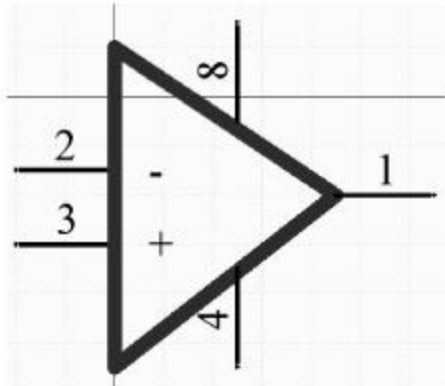

图 3-24 绘制元件的第一个子部件
(3) 先在 Part A 里绘制第一个部件。单击原理图绘制工具栏中的“放置多边形”按钮  多边形,光标变成十字形状,在原理图库编辑器的原点位置绘制一个三角形的运算放大器符号。
(4) 放置管脚。单击原理图符号绘制工具栏中的“放置管脚”按钮 ,光标变成十字形状,并带有一个管脚图标。将该管脚移到运算放大器符号边框处,单击鼠标完成放置。用同样的方法,将其他管脚放置在运算放大器三角形符号上,并设置好每一个管脚的属性,如图 3-24 所示。这样就完成了第一个部件的绘制。